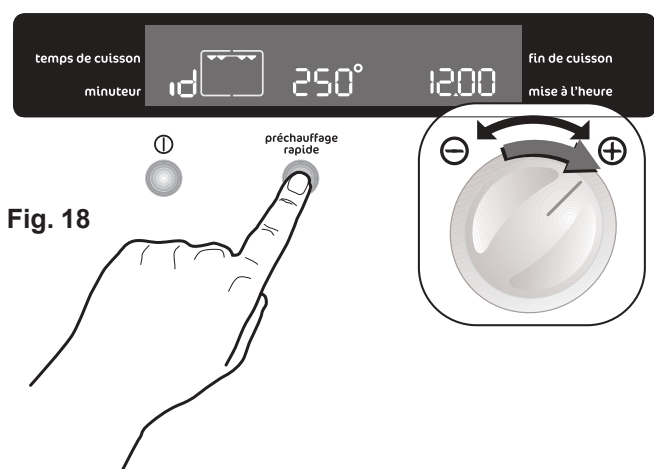

Fig. 18
- En même temps, appuyez sur la touche "**Préchauffage Rapide**" et maintenez-les pressées pendant au moins 3 secondes. (Fig. 18). Le système émettra un bref signal sonore.